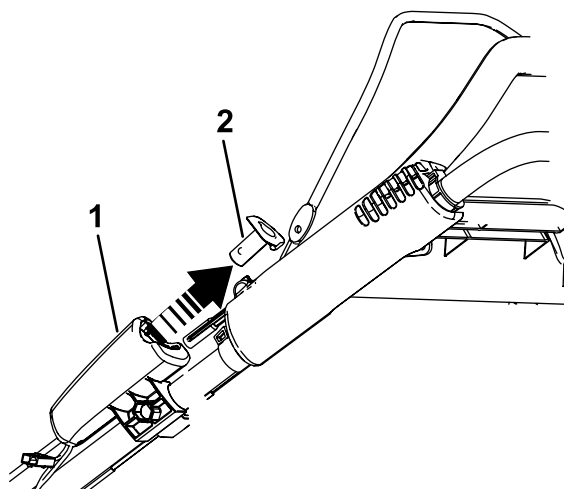

Рисунок 23
1. Снимите кнопку электрического стартера (при наличии); см. Рисунок 23.